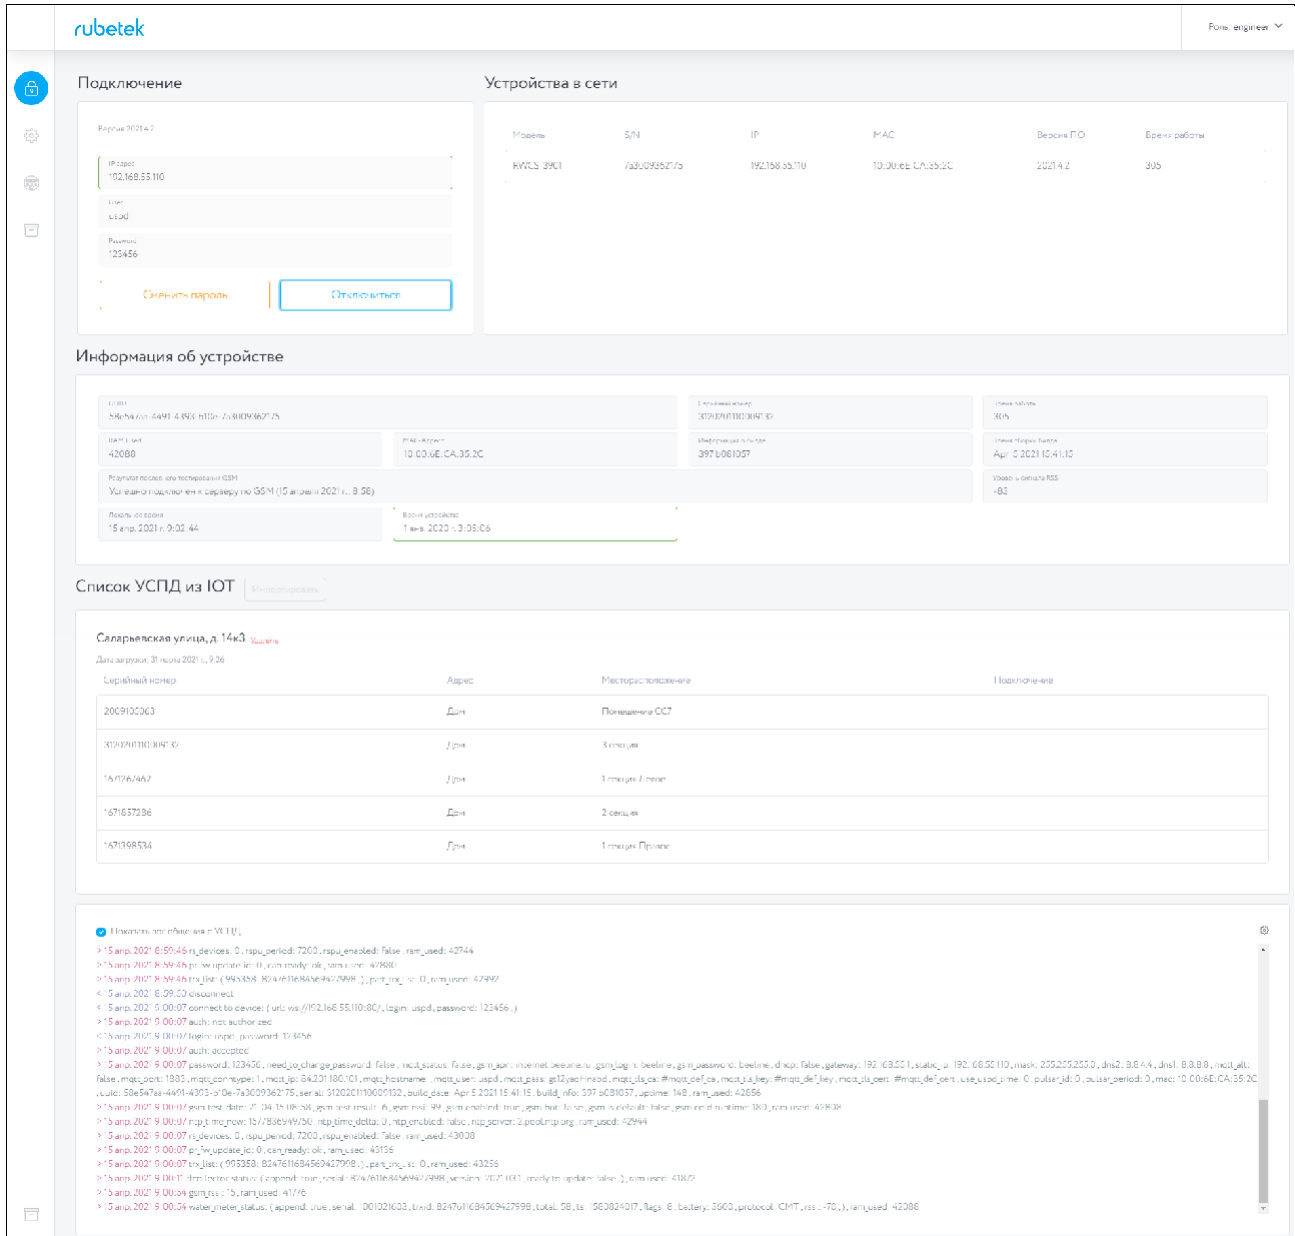

Рисунок 7 - Сервисное ПО
- установить и запустить сервисное ПО на ПК (рисунок 7);